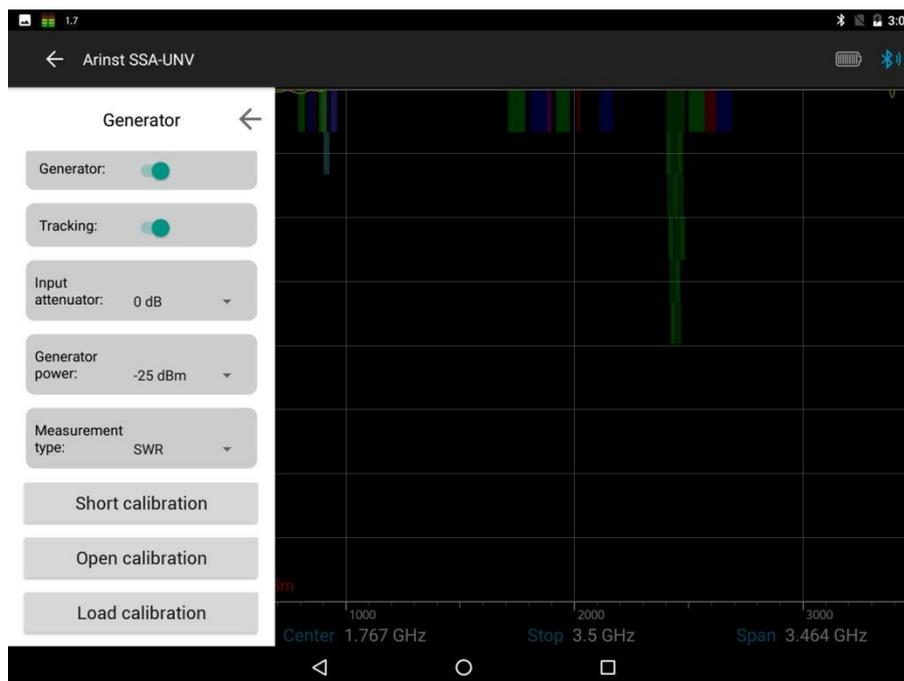

Рисунок 76 – Проведение калибровки в режиме SWR.
- согласованную нагрузку и нажмите команду **Load calibration**, рисунок 76.